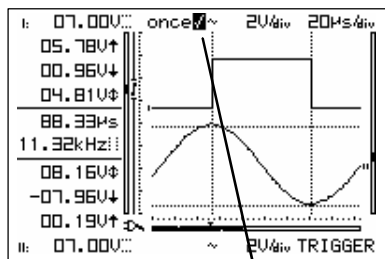

Fig 56
"once" = In questa condizione, (singola volta), lo strumento si predisponde per agganciare il trigger una sola volta (1). In altre parole, dopo aver rilevato il superamento della soglia di trigger, il display mostra il segnale a partire da quel momento, incondizionatamente. Usare questa modalita' per eventi casuali, quali impulsi, picchi e disturbi (Fig 56)
„once“ = Bemonstering start na de triggering, éénmaal voltooid zal dit weergegeven worden via een vinkje (1). Men kan de triggering opnieuw starten door op de 'manual/restart' toets te drukken. Gebruik deze mode om bv. een korte storing te ontdekken (Fig 56)
„once“ = L'échantillonnage commence après le démarrage, l'achèvement sera marqué au moyen d'un v (1). Le démarrage peut être redémarré en pressant le bouton 'manual/restart'. Utilisez ce mode p.ex. pour découvrir une courte pointe (Fig. 56)